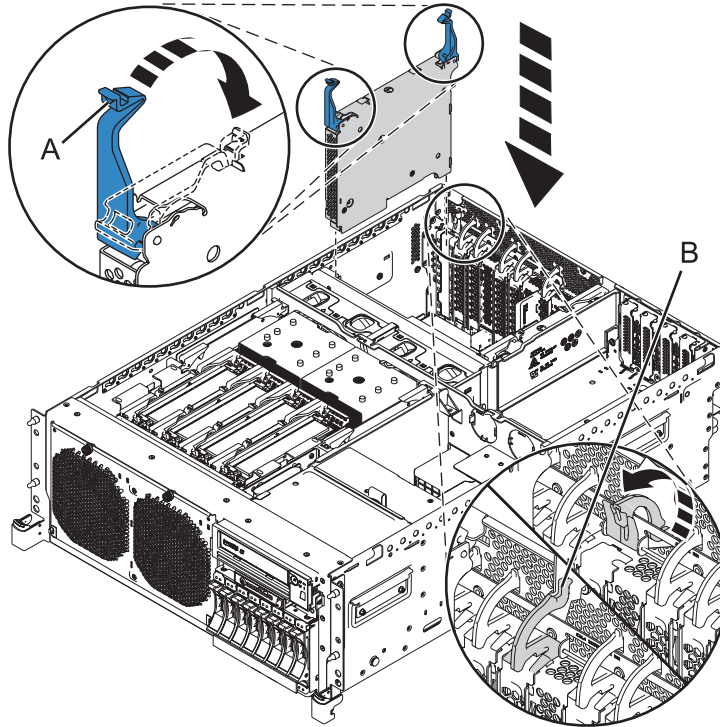
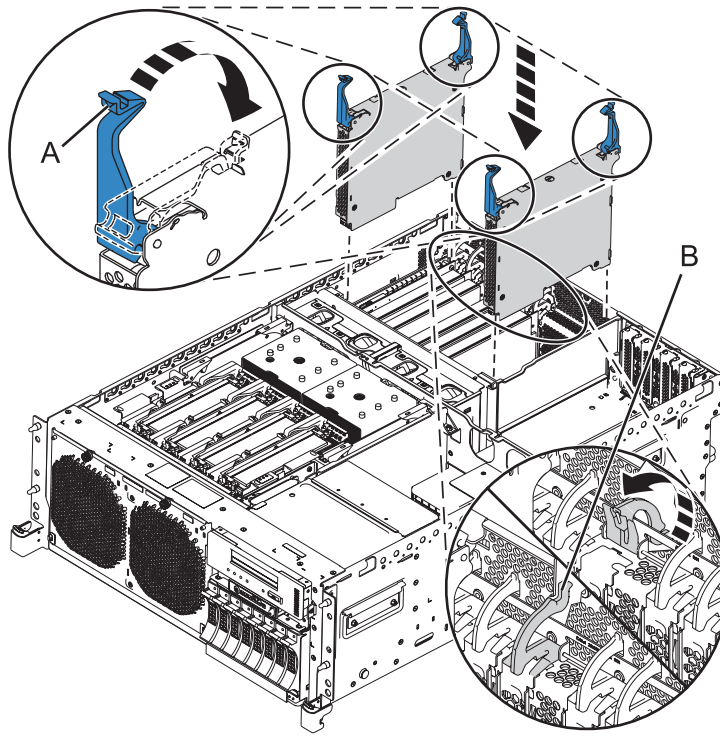

Figure 9. Installation de l'adaptateur GX sur un système 02E/4B ou 05F/6B monté en armoire
Figure 10. Installation de l'adaptateur GX (code dispositif EJ03) sur un système 02E/4C ou 05E/6C monté en armoire
3. Faites pivoter les taquets (A) en position verrouillée, comme illustré dans la figure 9, à la page 12 et la figure 10, à la page 12.
4. Faites pivoter le taquet (B) en position fermée pour verrouiller l'adaptateur dans son emplacement.